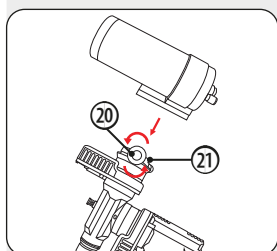

Fig. 14: Aanbrengen van de optische buis
7.4. OPTISCHE BUIS AANBRENGEN (FIG. 14)
1. Draai de klemschroef (20) op de zwaluwstaartgeleiding (21) van de monteringsring los en draai deze zo ver naar buiten dat deze de zwaluwstaartgeleiding niet blokkeert. (Fig. 14, I)
3. Draai de klemschroef (20) zo stevig vast dat de optische buis stevig in de buisrail is bevestigd en er niet uit kan glijden.